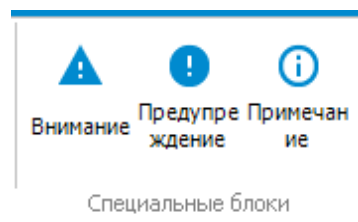

Рисунок 212
Для вставки в документ стандартных элементов используйте инструменты панели **Вставка** (рисунок 212).
3) На панели инструментов **Вставка** нажмите на кнопку **Предупреждение**  (рисунок 212). При этом в документе появится таблица (рисунок 213).